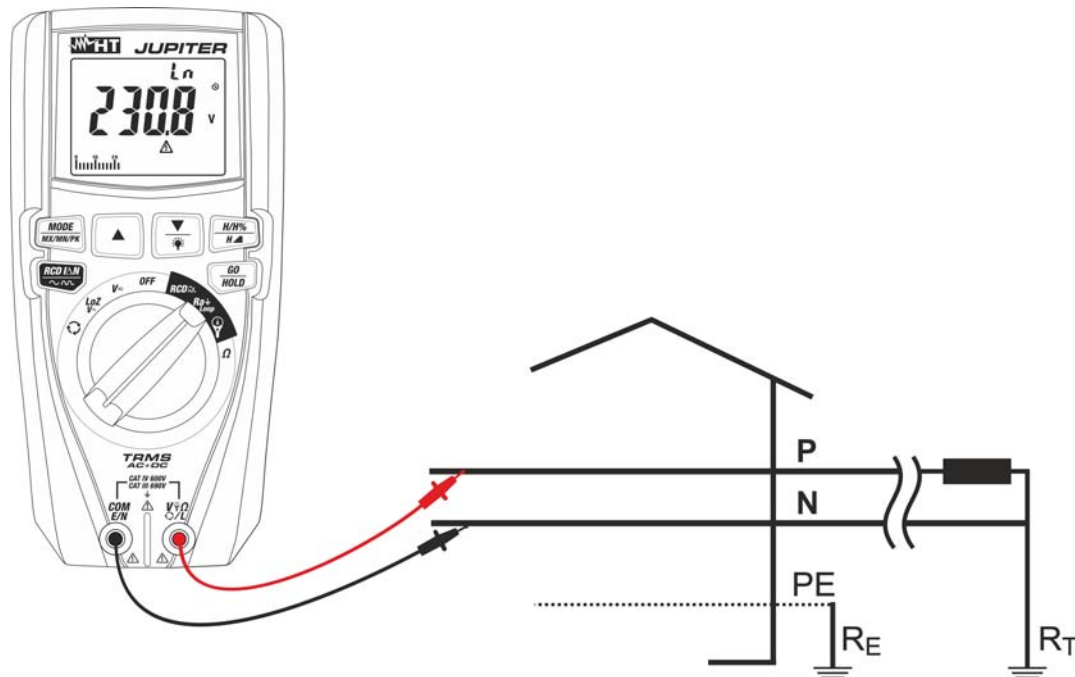

Fig. 26: Uso dello strumento per misura impedenza Loop L-N con puntali
8. **Per misura di Loop L-N** in caso di uso dei puntali di misura inserire il conduttore rosso nel terminale di ingresso $V_{\Omega} \text{ L}$ e il conduttore nero nel terminale di ingresso **COM/E/N** e collegare lo strumento all'impianto in esame (vedere Fig. 26). Il valore della tensione Fase-Neutro è mostrato a display